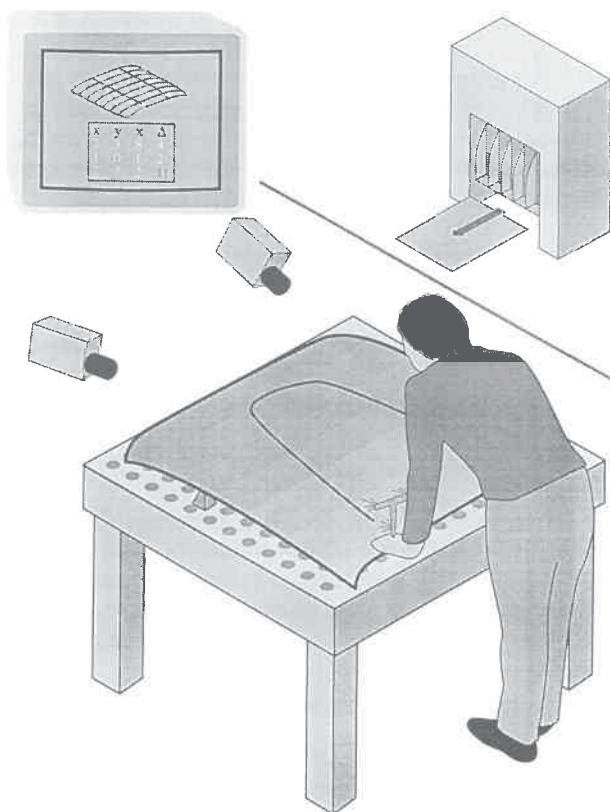

Fig. 3. Off line quality control.
• Contrôle qualité des découpes (off-line QC) : une des applications premières de MNS est la mesure des emboutissages des pièces d'automobiles (figure 3). Après un changement d'étampe sur une ligne d'emboutissage, quelques premières pièces de la ligne sont examinées pour quantifier les déformations qui existent par rapport à la forme idéale (First-Off stamped part inspection). MNS est une méthode plus rapide et plus efficace pour cette opération, en éliminant le recours à des appareillages de référence coûteux. L'utilisation du crayon lumineux pour la mesure du point le plus proche permet d'obtenir un tracé rapide de toutes les déviations par rapport au modèle CAO.